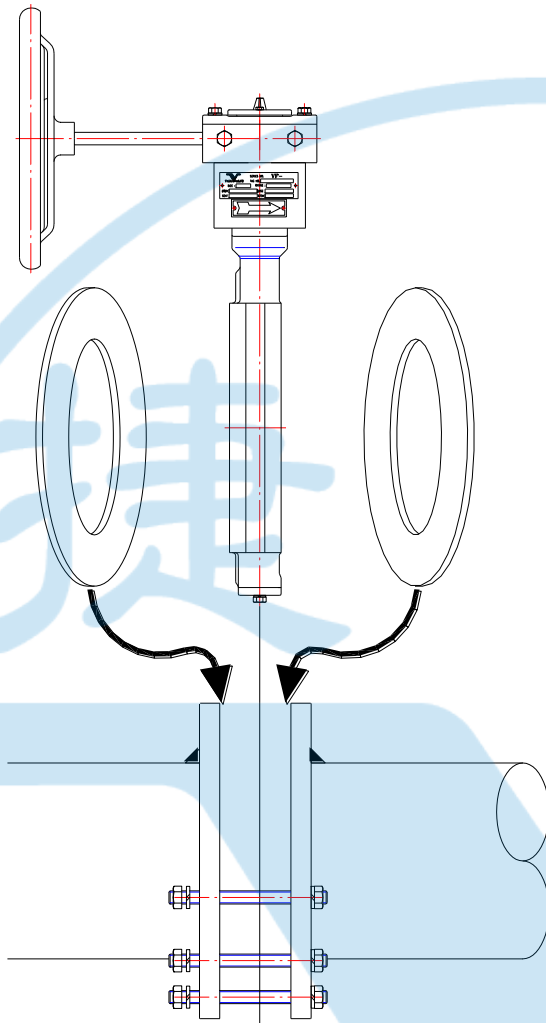

Fig.5
- 7.5 將您閥門依法蘭接續方式將閥門、Gasket 裝置於管線上。(Fig.5)